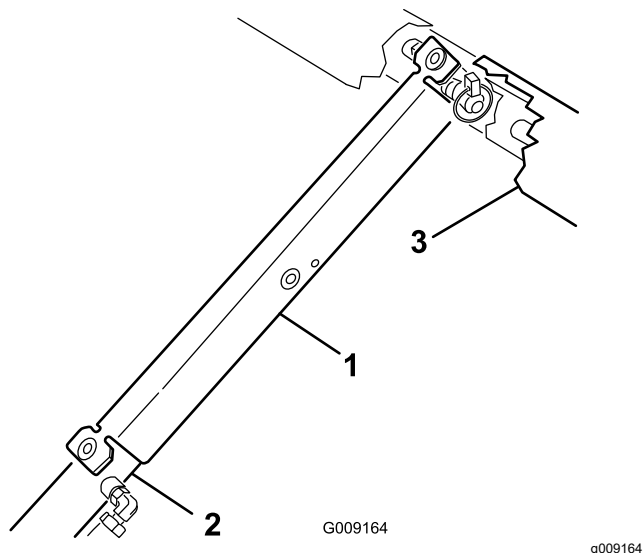

Bild 32
3. Schieben Sie die Ladepritschenstütze auf die Zylinderstange. Achten Sie darauf, dass die Stützenendnasen auf dem Ende der Zylindertrommel und auf dem Ende der Zylinderstange aufliegen (Bild 32).